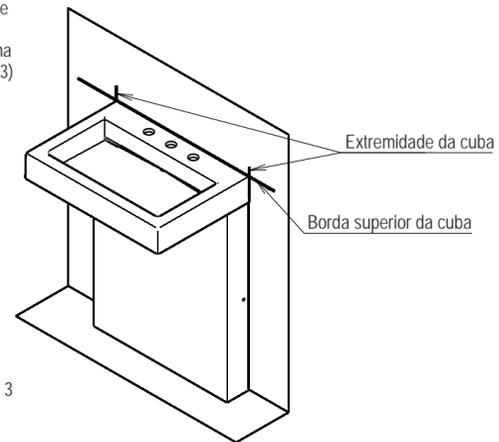

Fig. 3
- 3 Encostar a coluna na parede e a cuba sobre a coluna e trace na parede uma linha na borda superior da cuba. (fig 3)